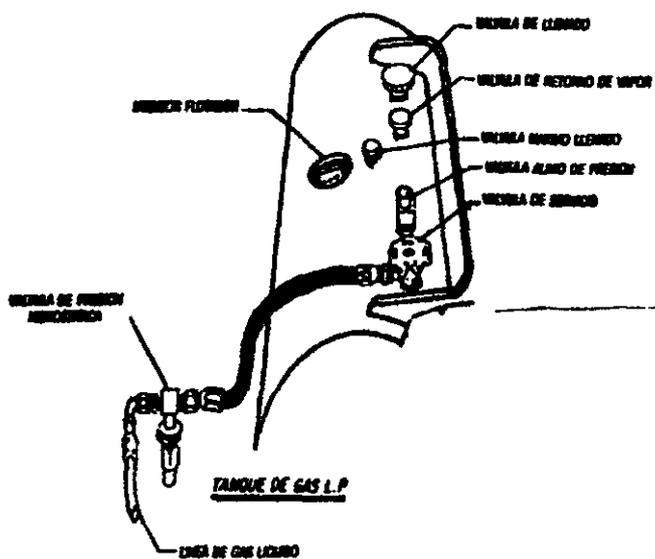
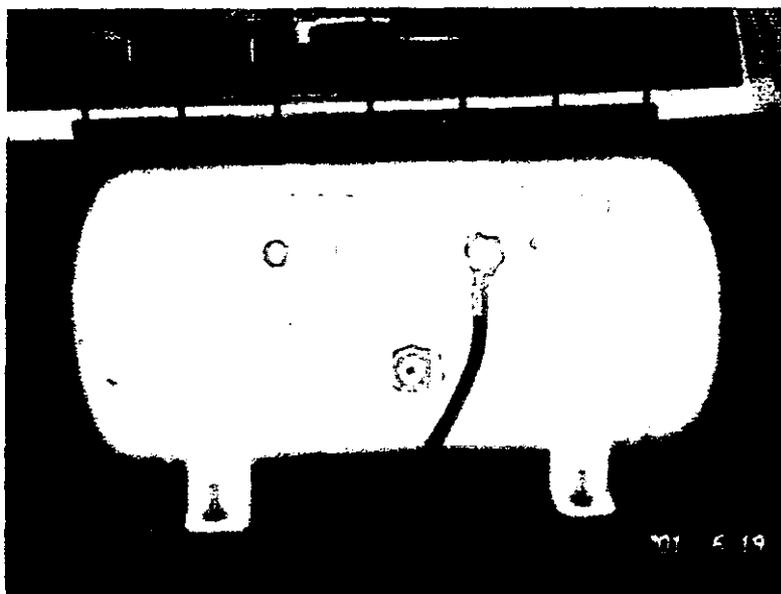

Figura 6.1 Esquema del tanque de GLP
Figura 6.2 Tanque de GLP montado.
1. El retiro del tanque de combustible de la unidad junto con sus líneas de alimentación y llenado, así como el sistema indicador de combustible originales es opcional ya que solo en la capital de la República se exige el uso de un solo sistema y no ambos como se usa en provincia debido a la escasez de gaseras y las grandes distancias a recorrer. Se substituyen estos por un tanque para GLP de la capacidad solicitada por el cliente con las restricciones de acuerdo al tamaño del vehículo, el medidor de combustible y válvula de llenado se encuentran integrados al tanque de GLP, la línea de alimentación a el motor se tiende de preferencia en la trayectoria original de la de gasolina, pero en algunos casos esta se ubica cerca de fuentes de calor o eléctricas en estos casos se redirecciona la alimentación de GLP, generalmente hay que perforar el chasis del vehículo para hacer llegar la manguera de alimentación y otra manguera de desfogue del tanque al instalarse este en el interior del vehículo. La figura 6.1 muestra un esquema del tanque de GLP y la figura 6.2 presenta un tanque de GLP en su posición final.